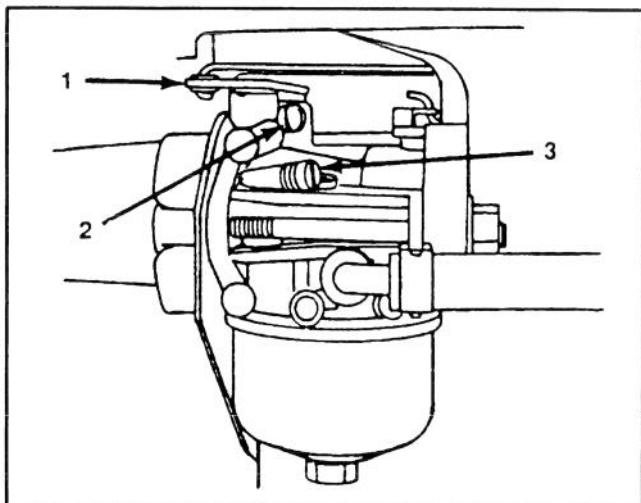

Figure 19
1. Tourner la soupape de mélange du ralenti dans le sens des aiguilles d'une montre jusqu'à ce qu'elle soit *juste* fermée (Fig. 19). Ne pas trop la fermer au risque de causer des dégâts.
4. Tourner la commande des gaz (Fig. 19) dans le sens anti-horaire et la maintenir contre la vis de réglage du ralenti (Fig. 19), tout en tournant celle-ci afin d'obtenir 1750 tr/mn.